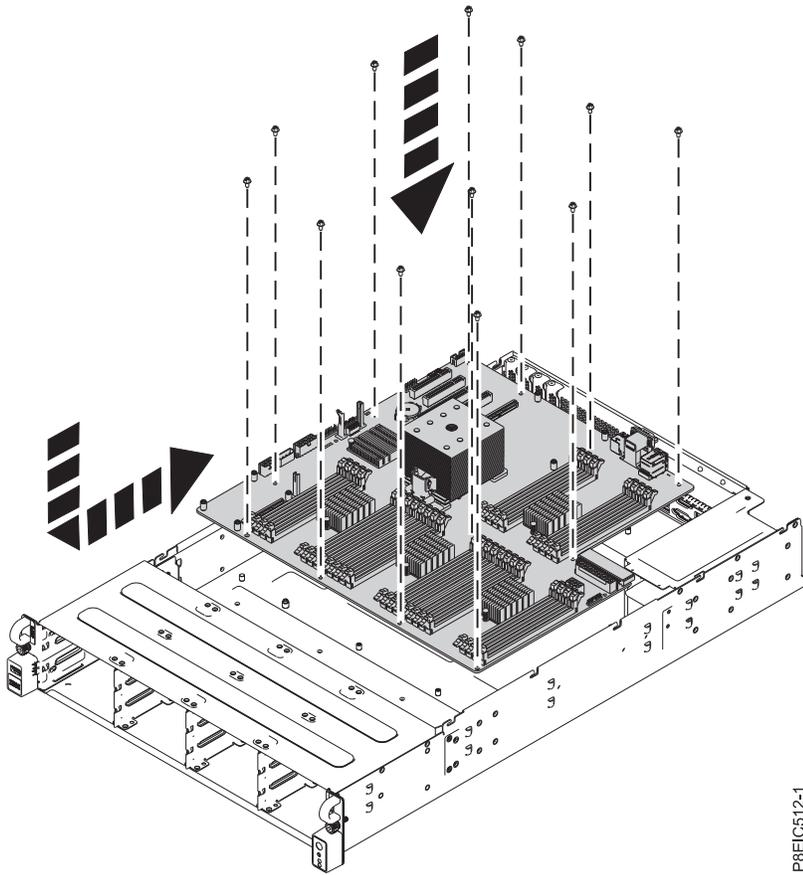

Figura 83. Sustitución de placa posterior del sistema
13. Mientras tira de los cables frontales y aguanta con cuidado el disipador térmico, baje la placa posterior del sistema en el chasis, deslizándola hacia la parte posterior del chasis. Consulte la Figura 83.